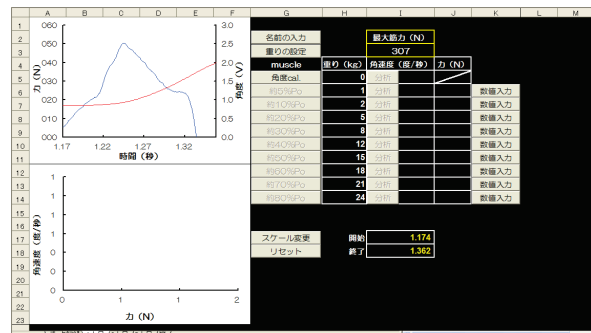

図 5: 実験 2 データの分析 (実際の画面)
- 力がなるべく一定、かつ角度の傾き（角速度）が一定の範囲を探し、グラフエリアをクリックすることでシート右下の「開始」および「終了」セルにその範囲を表示する（図 5）。